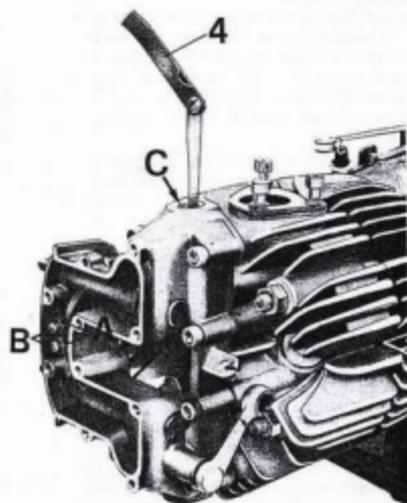
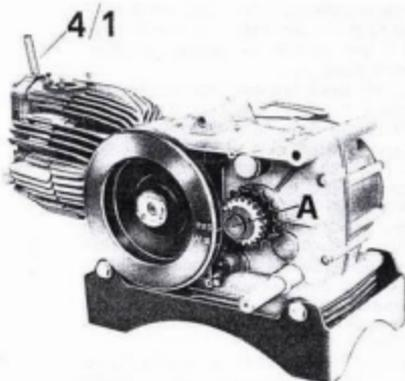

Abb. 61
Abb. 63
EINSTELLUNG DES SPIELS ZWISCHEN VENTILEN UND KIPPHEBELN (siehe Abb. 61)
Die Kontrolle des Spiels wird unter Verwendung der Fühlerlehre Nr. 129090 (4 aus Abb. 61) durchgeführt, welche durch die Bohrung C zwischen Ventil und Kipphebel eingeführt wird. Das genaue Spiel liegt vor, wenn die Lehre, während man die Einstellschraube dreht, leicht schwergängig wird. Man bedenke, daß die Stoßarbeit geräuschvoll wird, wenn das Spiel größer als vorbestimmt ist, ist das Spiel kleiner, schließen die Ventile schlecht oder verziehen und können Fehler wie Kompressionsverlust ermöglichen, mit der Folge geringen Wirkungsgrades des Motors, schnellen Verschleißes der Ventile und Ventilsitze und Überhitzung des Motors, usw.
KONTROLLE DER STEUERUNGSEINSTELLUNG (s. Abb. 61, 63, 113/1)
- Herausdrehen der Einstellschraube (B in Abb. 61) am Einlaßkipphebel, es wird eine 2 mm-Fühlerlehre (4/1 in Abb. 63) zwischen Ventilschaft und Kipphebel eingeführt. Das genaue Spiel liegt vor, wenn die Fühlerlehre leicht schwergängig wird, während man auf die Einstellschraube (B aus Abb. 61) einwirkt;
- das Schwungrad wird erneut im Uhrzeigersinn gedreht (350 Grad), bis das am Schwungrad angebrachte Zeichen AF 10 mit der Zentrierbohrung (A in Abb. 63) übereinstimmt.
- die Einstellschraube (B aus Abb. 61) wird nach Lösen der Mutter (A aus Abb. 61) am Einlaßkipphebel herausgedreht, es wird eine 2 mm-Fühlerlehre (4/1 aus Abb. 63) zwischen Ventilschaft und Kipphebel eingeführt. Das genaue Spiel liegt vor, wenn die Fühlerlehre schwergängig wird, während man auf die Einstellschraube (B aus Abb. 61) einwirkt;
Um genau den Punkt bestimmen zu können, an dem das Öffnen des Einlaßventils beginnt, muß das Schwungrad feinfühlig so weit gedreht werden, bis man eine Schwergängigkeit des Rades bemerkt. An diesem Punkt ist zu kontrollieren, daß die Zeichen AF 10 am Schwungrad und die Zentrierbohrung A aus Abb. 63 am Klauenring bzw. der Pfeil A am Werkzeug (32 aus Abb. 113/1) übereinstimmen. Sollten die beiden Zeichen nicht übereinstimmen, muß das Kurbelwellenzahnrad abmontiert, das Rad gedreht und um so viele Nuten versetzt werden, bis die beiden Zeichen übereinstimmen.